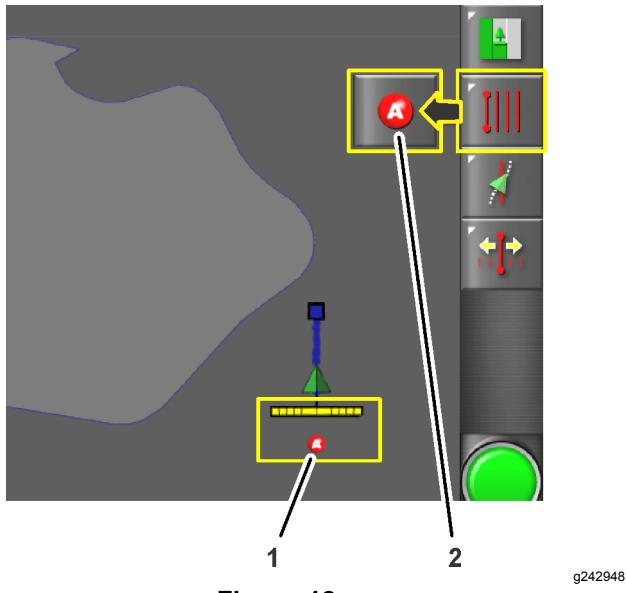

Figura 12
5. Pulse el icono Fijar punto A (Figura 12).